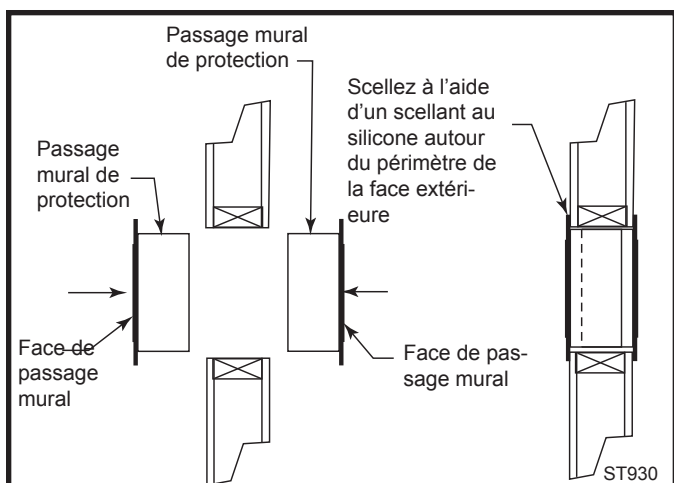

Fig. 41 Passage mural.
5. Lorsque requis, installez le côté extérieur du passage mural (WT) en premier et vissez-le ou clouez-le en place. (Fig. 41) Scellez autour du périmètre de la plaque du passage mural sur le mur extérieur en utilisant un scellant en silicone afin de vous protéger contre de possibles infiltrations d'eau. (Fig.41)